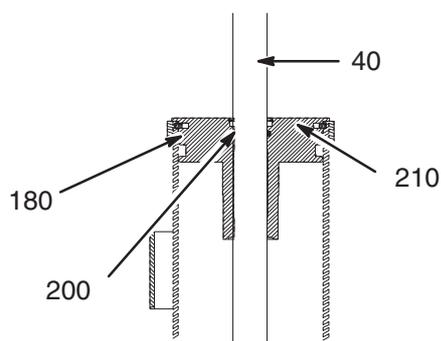

Fig. 23
13. Servicio del manguito guía (Fig. 23):
- Retire las dos juntas tóricas viejas (180) y (200) (Fig. 23) de la parte interna y externa del manguito guía. Cambie las juntas tóricas por dos nuevas.
- Coloque de nuevo el manguito guía en la varilla de elevación de forma que la parte libre del retén espiral (14) quede orientada hacia el centro del “ram” y empuje después el manguito guía hasta el fondo en el cilindro.